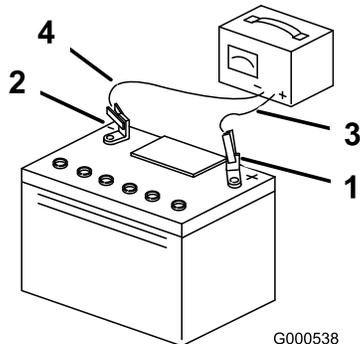

Figura 38
3. Quando la batteria è completamente carica, staccate il caricabatterie dalla presa elettrica e scolgate i cavi di ricarica dai poli della batteria (Figura 38).